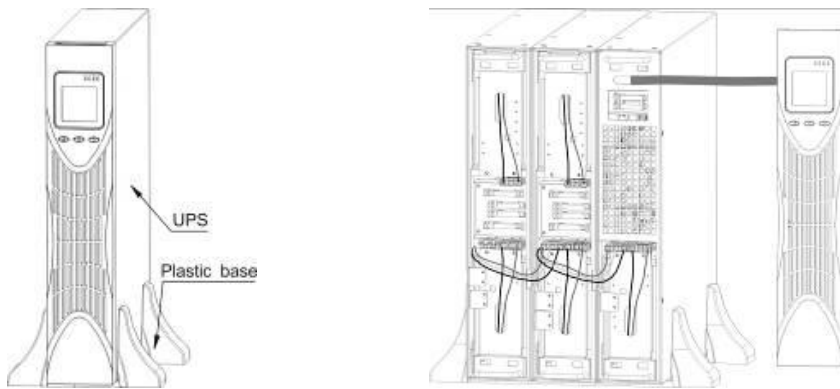

Abb. 16: Tower Installation USV und EBP
2. Installieren Sie die USV und die EBPs wie in Abb. 16 dargestellt.
3. Stellen Sie die Geräte in den Sockel wie in Abb. 16 gezeigt.